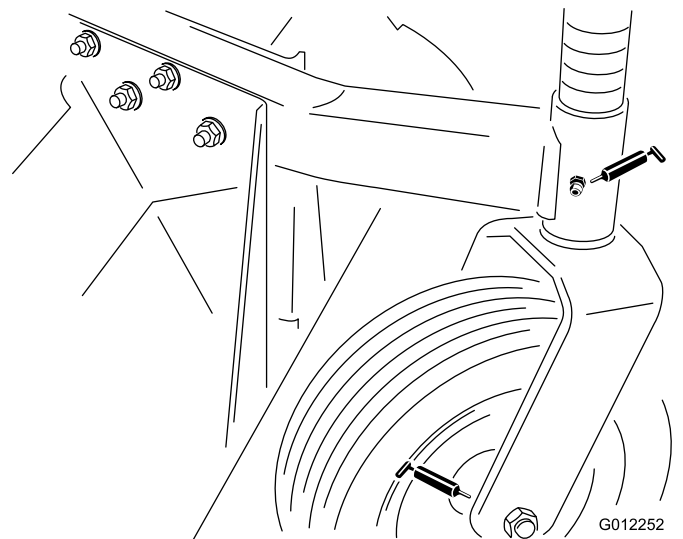
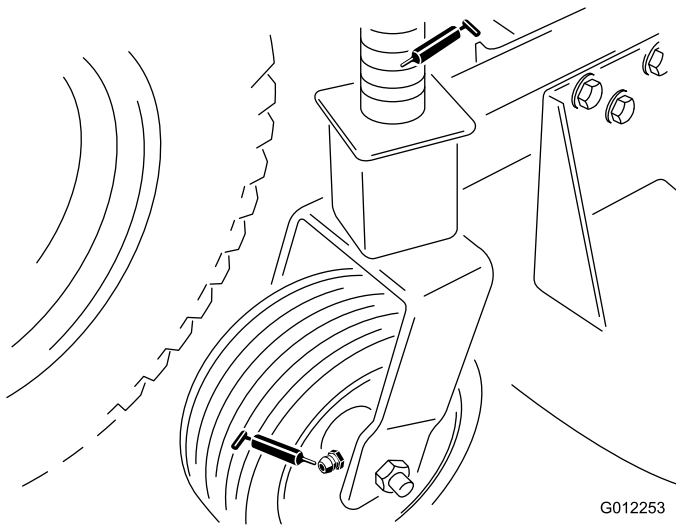

Bild 15
Bild 16
- Vordere Laufrad-Spindelbüchsen (Bild 15)
- Laufradlager (Bild 15) & Bild 16)
Entfernen Sie auch die hintere Laufradspindelwelle vom Laufradarm und schmieren Sie die Sechskantwelle mit Nr. 2 Allzweckschmiermittel auf Lithiumbasis oder Molybdenbasis nach jeweils 50 Stunden ein (Bild 16).